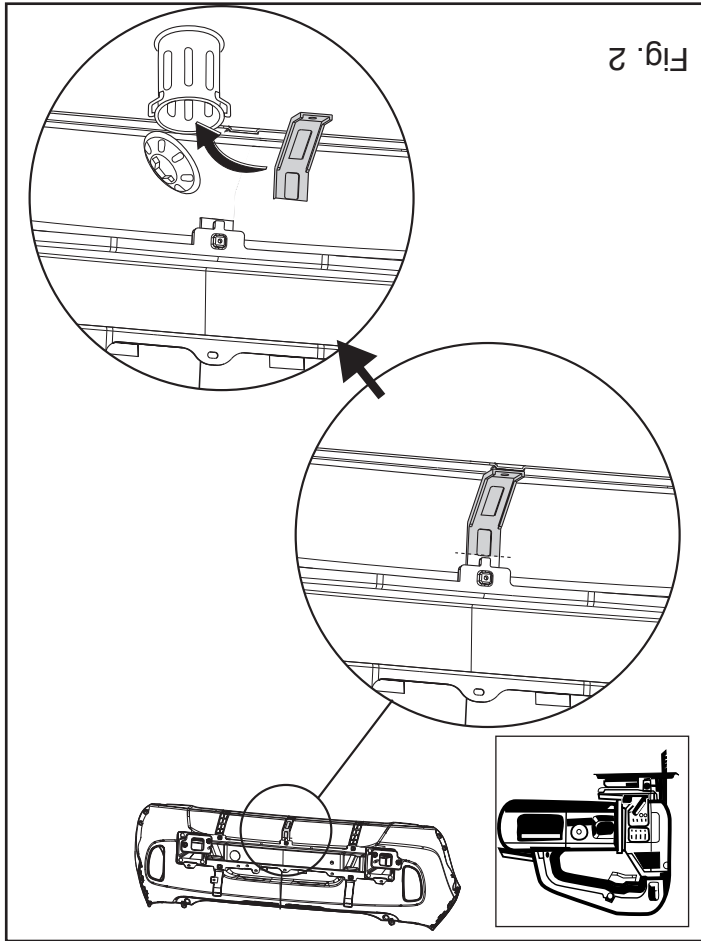

Fig. 2
3. Saw out the indicated section in accordance with figure 2.
3. Gemäß Abb. 2 das angegebene Teil herausschneiden.
**3. Scier la partie indiquée conformément à la figure 2.**